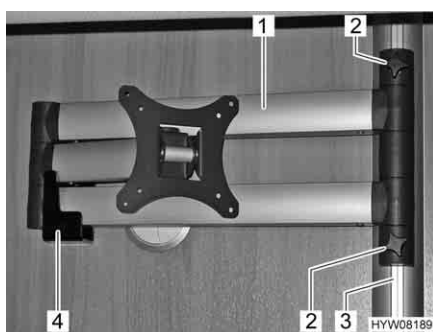

Fig. 66 Schermo piatto sul braccio snodato
- Svitare le viti a testa cilindrica zigrinata (Fig. 66,2).
- Spingere verso l'alto il braccio snodato (Fig. 66,1) nella guida (Fig. 66,3), finché esso non viene più sostenuto dal supporto (Fig. 66,4).
- Stringere di nuovo le viti a testa cilindrica zigrinata (Fig. 66,2).